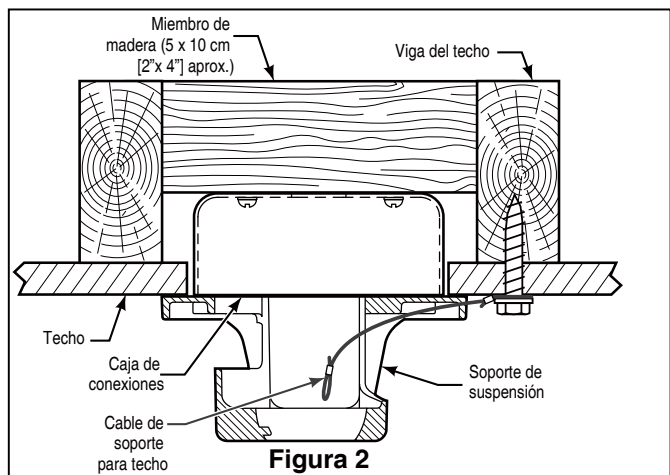

Figura 2
1. Perfore un orificio de 1/4" en la estructura del edificio para evitar grietas con la instalación del tornillo de intervalo. Utilice el tornillo de intervalo de 3/8"x 2" y la arandela plana para fijar el cable de seguridad a la viga del techo o a la estructura de madera. Dicho tornillo pasará a través de arandela plana, la presilla del cable de seguridad y se fijará en la estructura del edificio. (Figura. 2)
NOTA: el cable de soporte para techo no se puede asegurar solamente a la caja de conexiones; se debe asegurar directamente a la viga de techo o miembro estructural con el tornillo de cabeza cuadrada de 3/8"x2" y la arandela plana. (Figura 2)